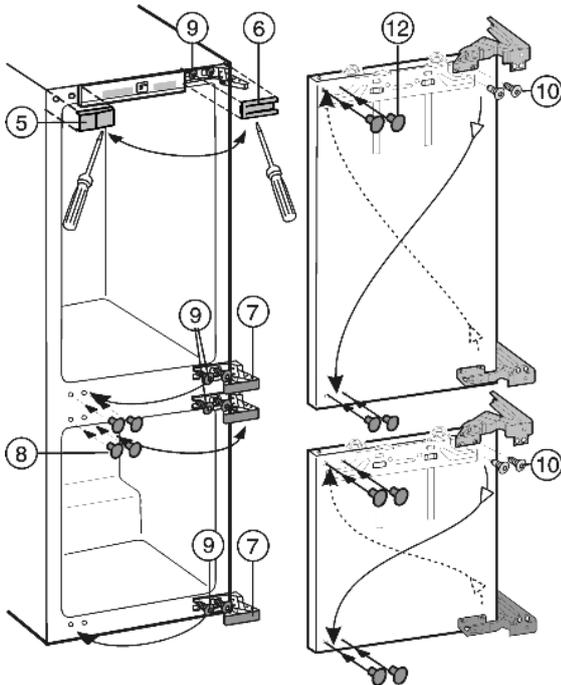

Fig. 4
- ▶ Накладки Fig. 4 (5,6,7,8) отождмите вперед при помощи плоской отвертки.
- ▶ Винты Fig. 4 (9) вверху и внизу на корпусе устройства только ослабьте.
- ▶ Винты Fig. 4 (9) переставьте на противоположную сторону и слегка прикрутите.
- ▶ Выкрутите винты Fig. 4 (10) и переверните шарниры по диагонали.
Винты Fig. 4 (10) микрокапсулированные: используйте аккумуляторный винтовёрт.
- ▶ Освободившиеся отверстия закройте заглушками Fig. 4 (12).
- ▶ Навесьте дверь на предварительно смонтированные винты Fig. 4 (9) и затяните винты с моментом 4 Нм.